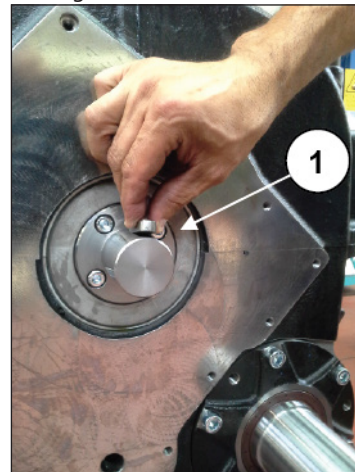

Abb. 124
Fügen Sie die 2 Buchsen zur Zentrierung des Ölpumpenkörpers ein (Pos. ①, Abb. 124).